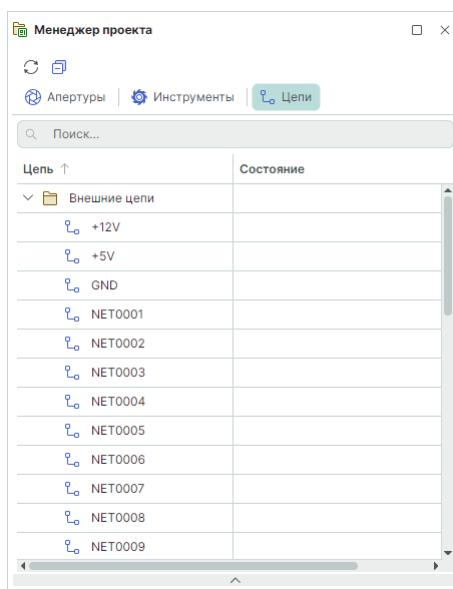

Рис. 36 Вкладка «Цепи»
3. Вкладка «Цепи» содержит электрические цепи проекта производства, см. Рис. 36.